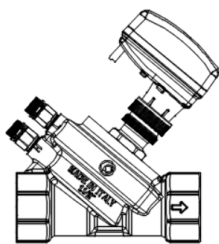

Fig. 1
- Le servomoteur électromécanique VA7493HF doit être installé comme indiqué sur les figures 1 et 2. L'installation dans la position verticale inversée illustrée sur la figure 3 doit être évitée. Assurez-vous que la tige est complètement rétractée avant d'installer la vanne sur l'actionneur;